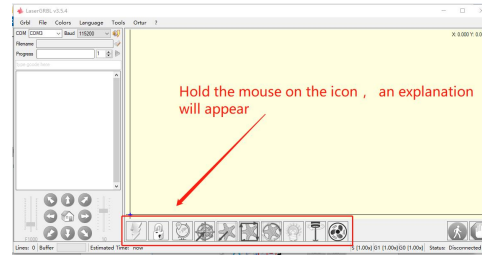

Imagen 5: Botón de software
2. A continuación, cargaremos los botones personalizados en el software LaserGRBL. En el software LaserGRBL, haga clic derecho en el espacio en blanco al lado del botón inferior (como se muestra en la Imagen 3) -> Importar botón personalizado, luego seleccione el archivo zip del botón personalizado descargado para importar, mantenga presionado Sí (Y) hasta que no haya ventana aparece. (Imagen 4、Imagen 5)